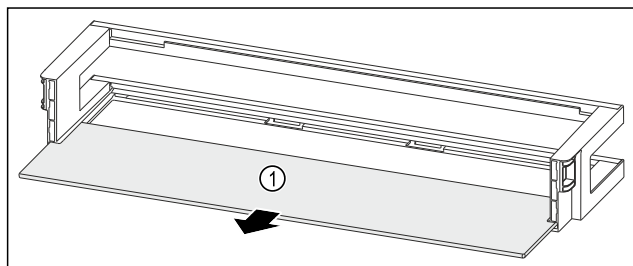

Fig. 91 Dveřní přihrádka s odkládací plochou
- Odkládací plochu Fig. 91 (1) odeberte.